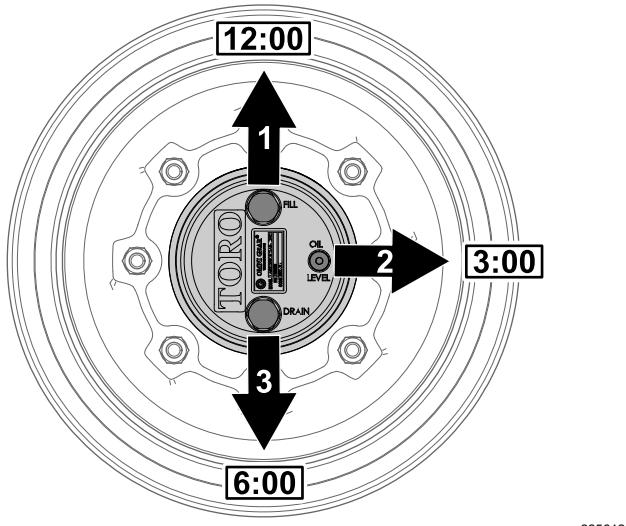

Figure 90
1. Garez la machine sur une surface plane et horizontale et positionnez la roue de sorte que le bouchon de remplissage se trouve à la position 12 heures, le bouchon de contrôle à la position 3 heures, et le bouchon de vidange à la position 6 heures (Figure 90).
2. Retirez le bouchon de contrôle à la position 3 heures (Figure 90).
1. Garez la machine sur une surface plane et horizontale et positionnez la roue de sorte que le bouchon de remplissage se trouve à la position 12 heures, le bouchon de contrôle à la position 3 heures, et le bouchon de vidange à la position 6 heures; voir la Figure 90 à la section **Contrôle du niveau de lubrifiant du train planétaire** (page 60).